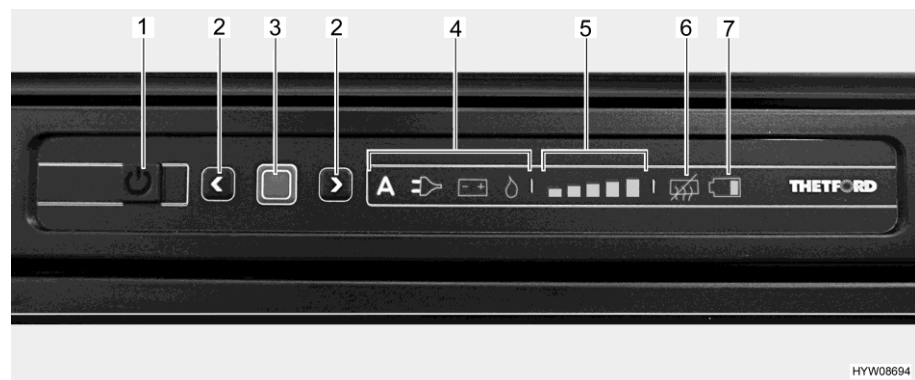

Fig. 186 Cuadro de mando de LED (frigorífico Thetford)
- Presionar la tecla On/Off (Fig. 186,1) por 1 segundo. La tecla se ilumina de color verde. Después de aprox. 10 segundos, la visualización se atenuará automáticamente por razones de ahorro de energía.
- Pulsar la tecla de confirmación (Fig. 186,3). Se visualizará el modo de funcionamiento seleccionado más recientemente.
- Pulsar la tecla de confirmación (Fig. 186,3) por aprox. 2 segundos. Los símbolos de modo de funcionamiento parpadean.
- Selección manual de energía: seleccionar la fuente de energía deseada usando las teclas de flecha (Fig. 186,2).
- Selección automática de energía (sólo en la versión con selección automática de energía): seleccionar el modo de funcionamiento "A" usando las teclas de flecha (Fig. 186,2).
- Confirmar la selección con la tecla de confirmación (Fig. 186,3).
- Pulsar de nuevo la tecla de confirmación (Fig. 186,3). El indicador de nivel de refrigeración (Fig. 186,5) parpadea.
- Para cambiar el ajuste, pulsar las teclas de flecha (Fig. 186,2) hasta que se visualice el ajuste deseado.
- Pulsar la tecla On/Off (Fig. 186,1) por aprox. 2 segundos. Todas las lámparas se apagan. El frigorífico está desconectado.
Una vez conectado, el frigorífico automáticamente seleccionará el ajuste del termostato seleccionado más recientemente. Este reajuste puede modificarse manualmente con las teclas de flecha (Fig. 186,2). Pasan algunas horas hasta que el frigorífico alcanza la temperatura de servicio normal. Al cambiar a otro modo de funcionamiento, se conservará el ajuste del termostato.